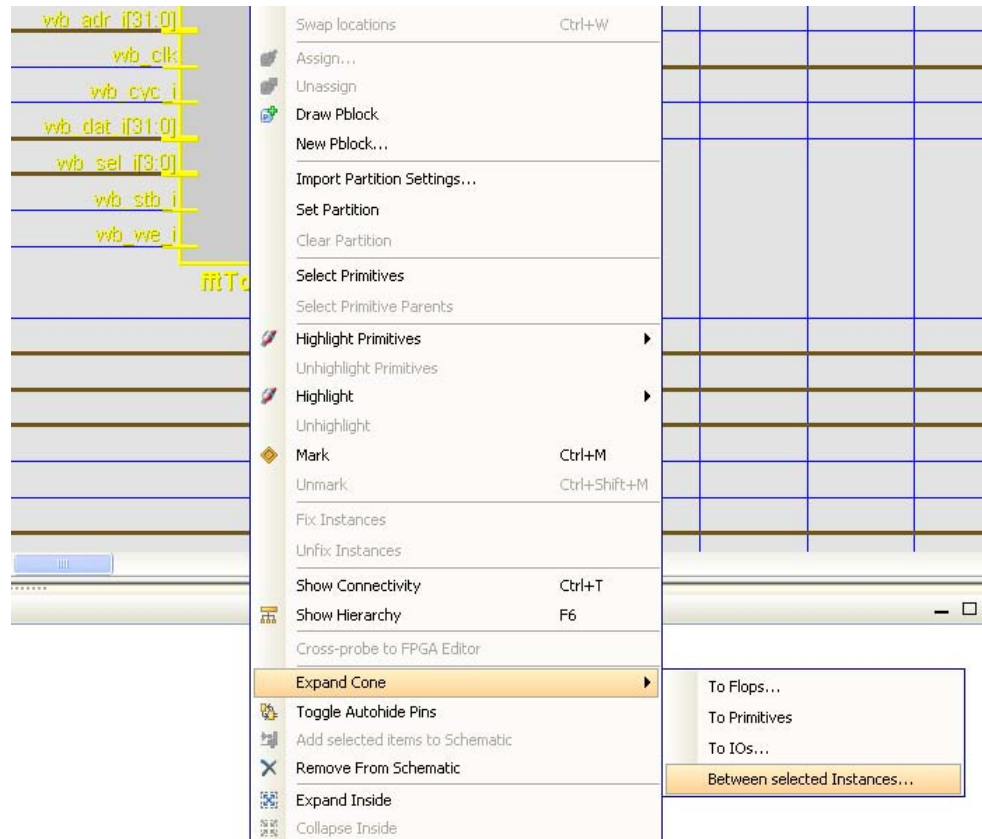

図 4-38 : ロジック コーンの展開
- ポップアップ メニューから **[Expand Cone]** をクリックし、選択したピンまたはインスタンス、あるいは選択した 2 つのインスタンス間のロジックのコーンを表示します。**[Expand Cone]** コマンドには、次のサブコマンドがあります (121 ページの図 4-38 を参照)。